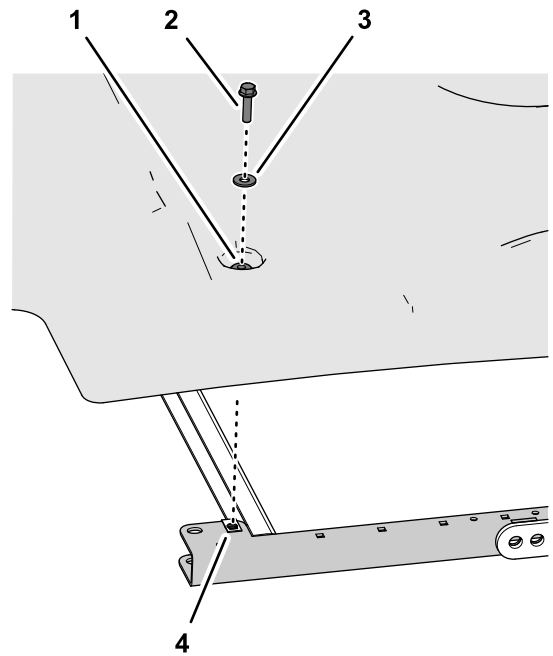
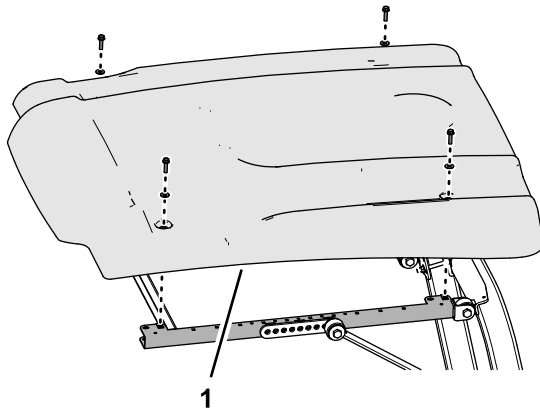

図 2
図 1
2. サンシェードを機体から外す 図 1。
1. サンシェードをサイドフレームチャンネルに固定しているフランジヘッドボルト5/16 x 1¼" 4本とワッシャ5/16"4枚を取り外す 図 1と図 2。